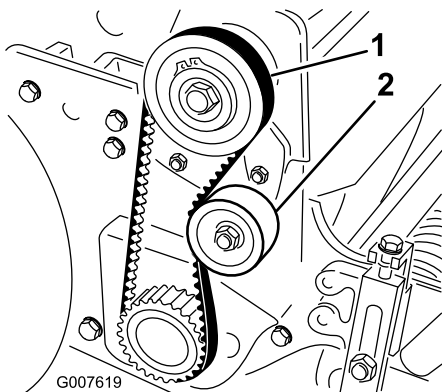

图36
2. 使用 18~22N 的作用力按压两皮带轮（图36）中间部位的皮带，检查皮带的张紧力。皮带应下压 6mm。
- A. 松开怠轮皮带轮安装螺母，并紧贴着皮带背面顺时针旋转怠轮皮带轮，直至达到所需的皮带张紧力（图36）。